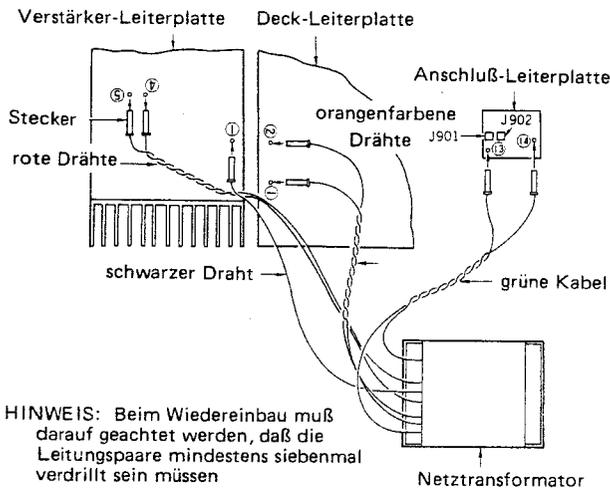

Abb. 2
- 1) Entfernen Sie die 14 Schrauben ① (schwarze Holzschrauben 3 x 16).
- 2) Entfernen Sie die Schraube ② (schwarze Schraube, M3 x 16).
- 3) Lösen Sie die zwei Schrauben ③ (schwarze Schrauben, M3 x 8), und entfernen Sie die rüttelfeste Unterlegscheibe am mit Gewinde versehenen Teil.
- 4) Entfernen Sie die Schraube ④ (schwarze Blechschraube, 3 x 10).
- 5) Entfernen Sie die vier Schrauben ⑤ (schwarze Blechschrauben, 4 x 10).
- 6) Nach Entfernen der zwei Schrauben ⑥ (schwarze Halzschrauben, 3 x 12) löst sich die Leiterplatte des Netzschalters und der Knopf.
- 7) Ziehen Sie die sieben Anschlußstecker des Transformators (Abb. 2).